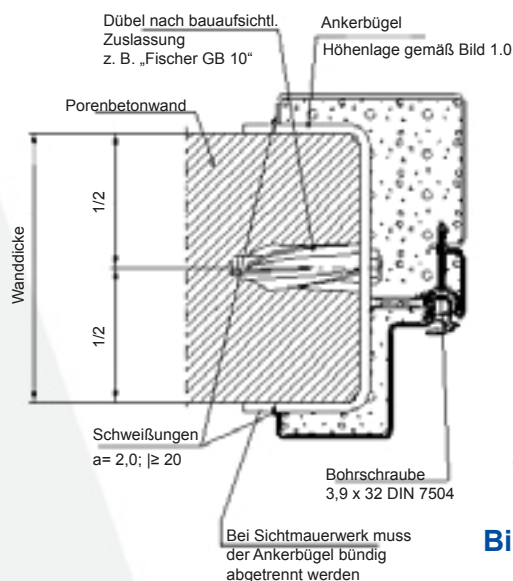

Bild 2.0
- 3.1 Bei Verwendung einer Gegenzarge wird die Grundzarge wie beschrieben montiert, und die Gegenzarge mit der Grundzarge verschraubt. (Bild 2.0)